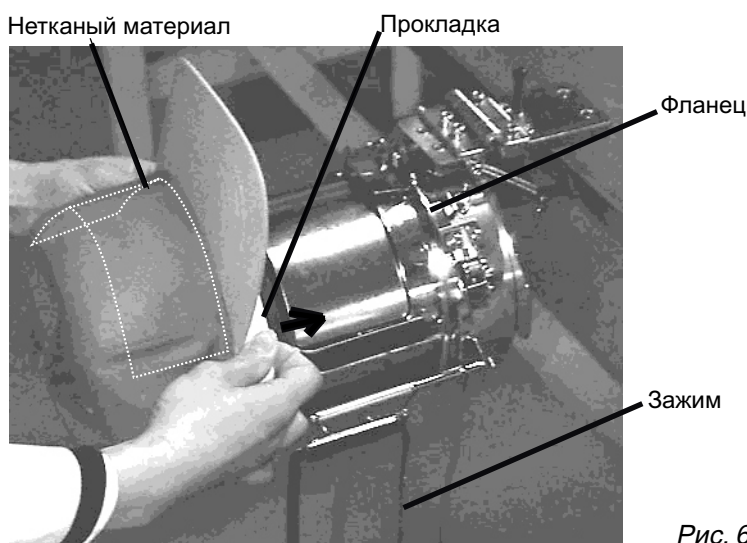

Рис. 6
3. Как показано на рис. 6, откройте зажим и оставьте его открытым направо.